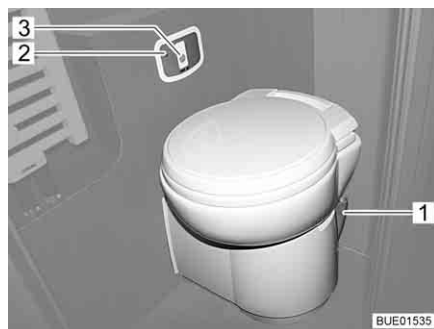

Bild 255 Toilette spülen
- Schieber öffnen. Dazu Schieberhebel (Bild 255,1) entgegen dem Uhrzeigersinn schieben.
- Toilette spülen. Dazu Spültaste (Bild 255,3) drücken.
- ▷ Das Symbol "Kassette voll" (Bild 255,2) leuchtet, wenn die Kassette entleert werden muss.